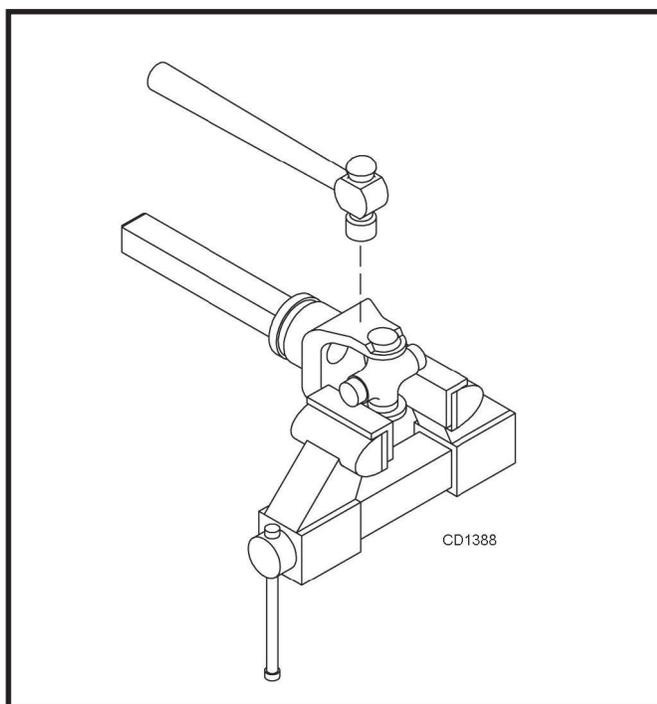

Figura 21. Remoção das tampas
4. Prenda a peça no torno conforme mostrado na Figura 21 e bata no garfo para remover a tampa. Repita o passo 3 para a remoção final. Remova a tampa remanescente com um extrator e um martelo.